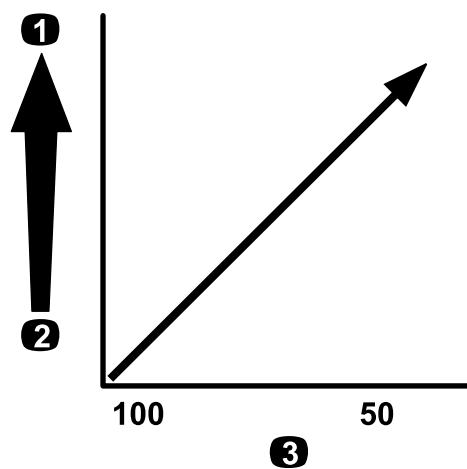

図 24
**重要** 粘度の高いドロドロした薬剤や、ウェットブル水和剤を散布する場合には、オプションの目の粗いノズルフィルタが必要になる場合があります 図 24 を参照。